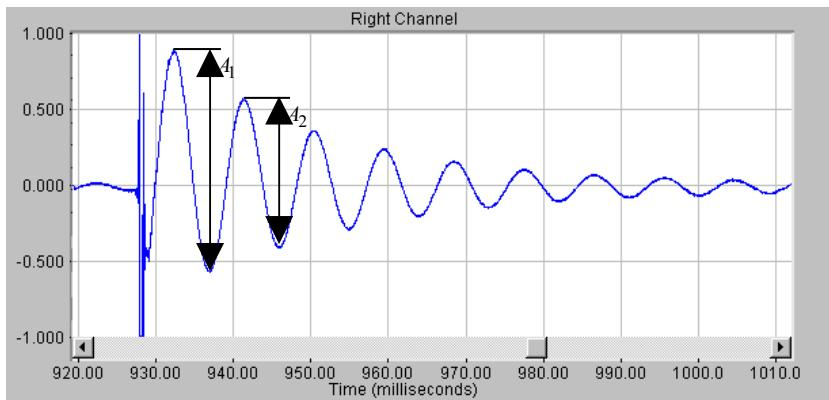

Рис.3.7.. Измерение добротности головки громкоговорителя по переходной характеристики
- Скопируйте осциллограмму переходного процесса головки громкоговорителя (рис.3.7.) в файл вашего отчета.